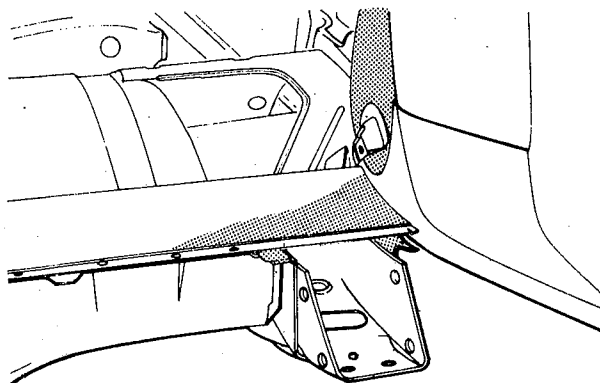

fig. 181
4. Remover a seção cortada da longarina com um martelo e talhadeira (fig. 181)